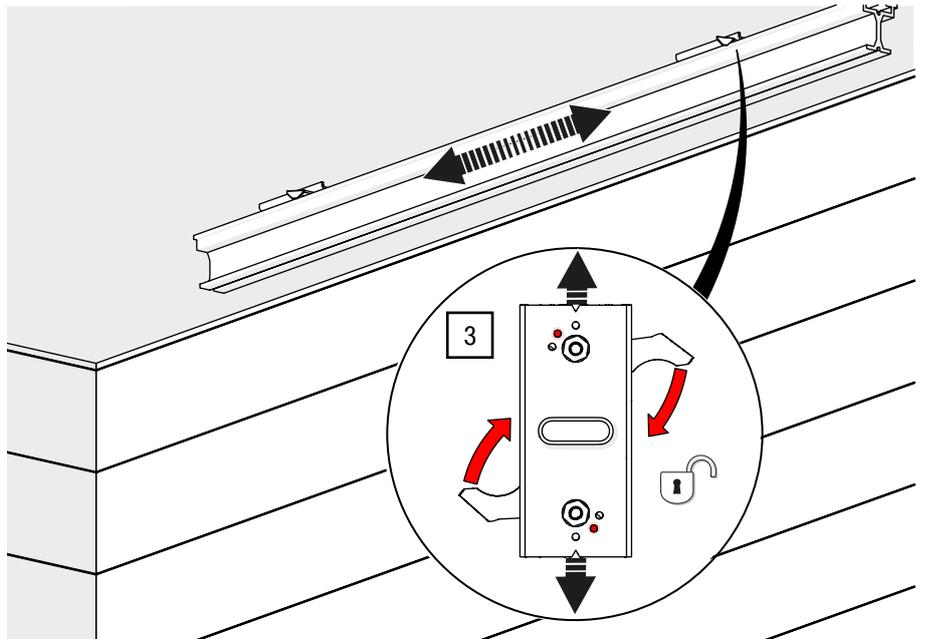
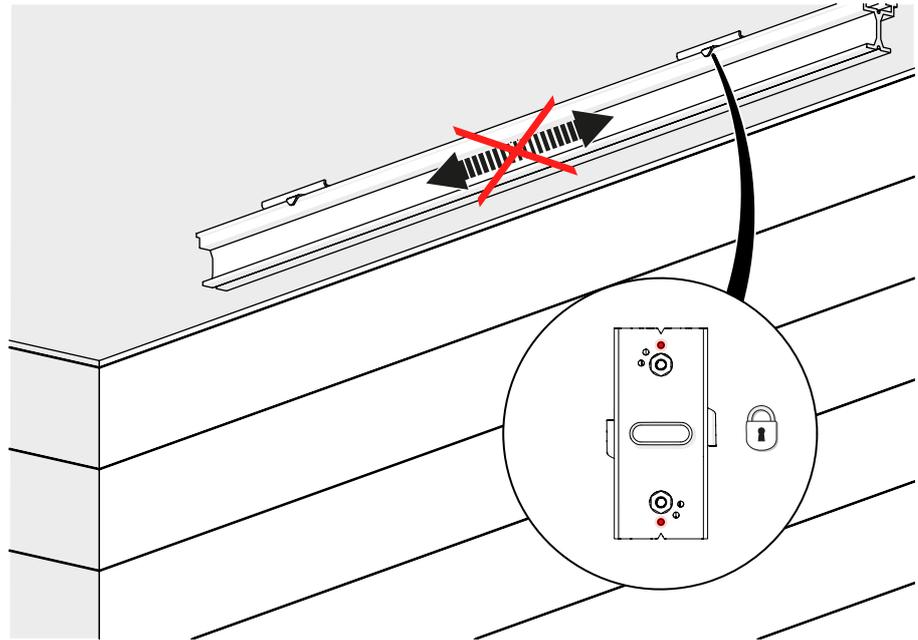

Abb. 55: Deckenmontage – G-TWIST II in Rastposition 2
Abb. 56: G-TWIST II in Rastposition 3 (geschlossen)
3. Positionieren Sie die Schiene und verriegeln Sie diese anschließend in der dritten Rastposition (siehe Abb. 55 und Abb. 56).
Ü Die Schiene ist jetzt an der Decke verriegelt (siehe Abb. 56).